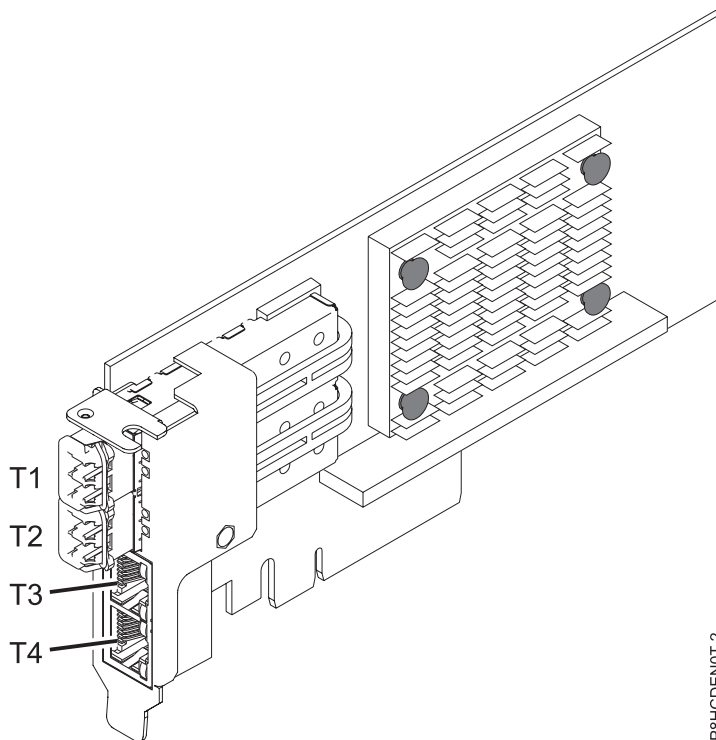

図 32. FC EN0T アダプター
この 4 ポート・アダプターは、2 個の 10 Gb スモール・フォーム・ファクター・プラグ可能 (SFP+) 光 SR トランシーバー・ポートと 2 個の 1 Gb RJ45 イーサネット・ポートを提供します。2 個の 10 Gb SR ポートは、リトル・コネクタ (LC) 二重タイプ・コネクタを備えています。光トランシーバーは、短波レーザー光学を使用し、LC コネクタ付きの MMF-850nm ファイバー・ケーブルで接続されます。光ケーブルについて詳しくは、60 ページの『ケーブル』を参照してください。各 10 Gb ポートは公称データ速度 10 Gbps (G ビット/秒) のイーサネット接続を提供します。59 ページの図 32 は、FC EN0T アダプターを示しています。